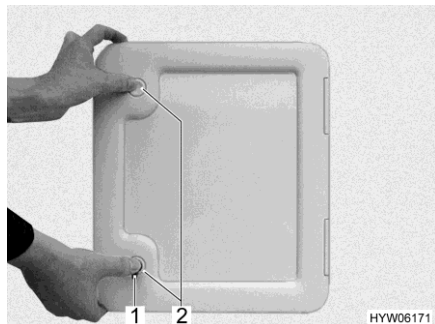

Fig. 275 Sportello per il serbatoio fecale
- Aprire lo sportello per il serbatoio fecale all'esterno del veicolo. Inserire la chiave nel cilindro della serratura a pressione (Fig. 275,1, Fig. 276,1 o Fig. 277,1) e ruotare di un quarto di giro.
- Se presenti: Premere contemporaneamente con i pollici entrambe le serrature a pressione (Fig. 275,2 o Fig. 277,2) e aprire lo sportello.